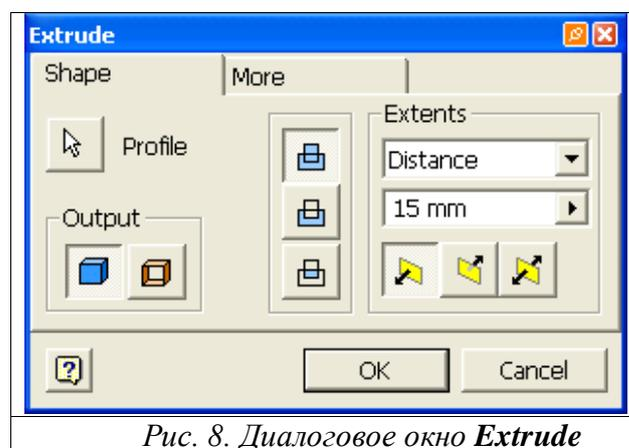

Рис. 8. Диалоговое окно **Extrude**
7. В диалоговом окне **Extrude** (рис. 8), в поле **Extents**, укажите величину выдавливания равную 15мм.